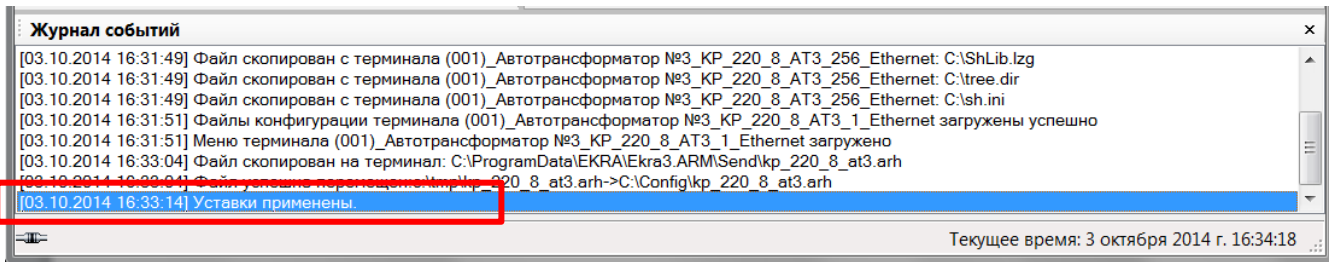

Рисунок 19 – Журнал событий
2.6.3.1 При успешном завершении записи уставок в журнале событий отобразится сообщение «Уставки применены» (см. рисунок 19).